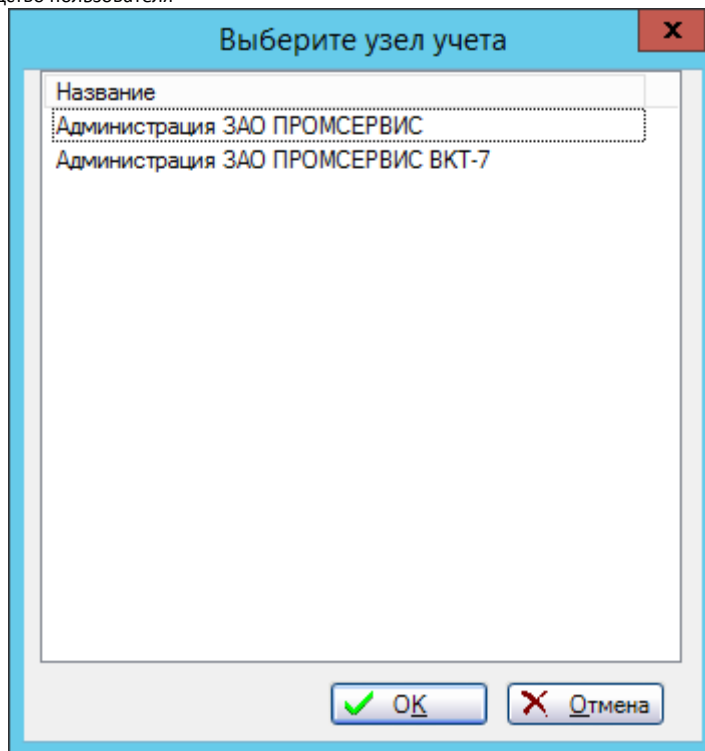

Рис. 20 Окно выбора прибора учета
2. Не отпуская клавиши, подведите центр перекрестья к нужной точке на карте и отпустите обе клавиши. На экране появится окно выбора узла учета (Рис. 20). В списке перечислены все узлы, относящиеся к данному району.